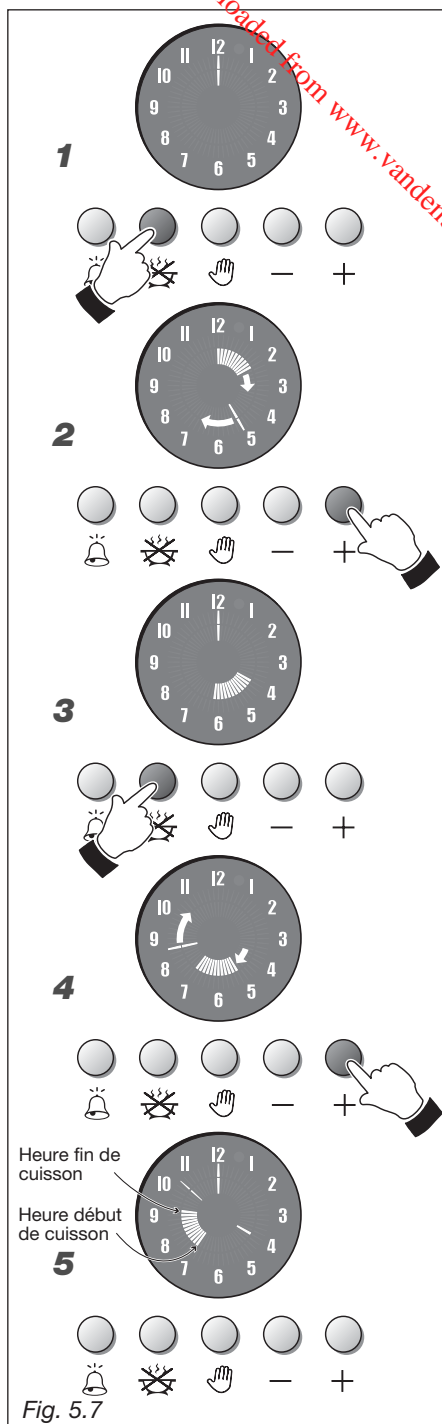

Fig. 5.7
CUISSON AUTOMATIQUE (fig. 5.7)
1. Fig. 5.7 - Programmer le temps de cuisson en appuyant la touche . Les aiguilles de l'horloge doivent s'éteindre et une aiguille doit s'allumer sur le 12.
2. Fig. 5.7 - Avant que 7 secondes ne s'écoulent, appuyer sur la touche . Une aiguille lumineuse (comme celle des minutes et des secondes) doit s'allumer. Chaque segment d'augmentation indique une minute. En outre toutes les 12 minutes, est allumé un segment interne (5 segments équivalent à une heure). En cas de dépassement de la durée voulue, appuyer sur la touche  pour obtenir le réglage voulu.
3. Fig. 5.7 - Avant que 7 secondes ne s'écoulent, appuyer à nouveau sur la touche ; les segments internes allumés doivent ensuite se positionner sur l'heure actuelle.
4. Fig. 5.7 - Avant que 7 secondes ne s'écoulent, appuyer sur la touche  jusqu'à ce que les segments allumés ne se déplacent sur l'heure à laquelle on souhaite qu'intervienne la cuisson. En cas de dépassement de l'heure voulue, appuyer sur la touche  pour obtenir le réglage voulu.
5. Fig. 5.7 - Au bout de 7 secondes s'affichent à nouveau les aiguilles de l'horloge et les segments allumés indiquent la période de cuisson.